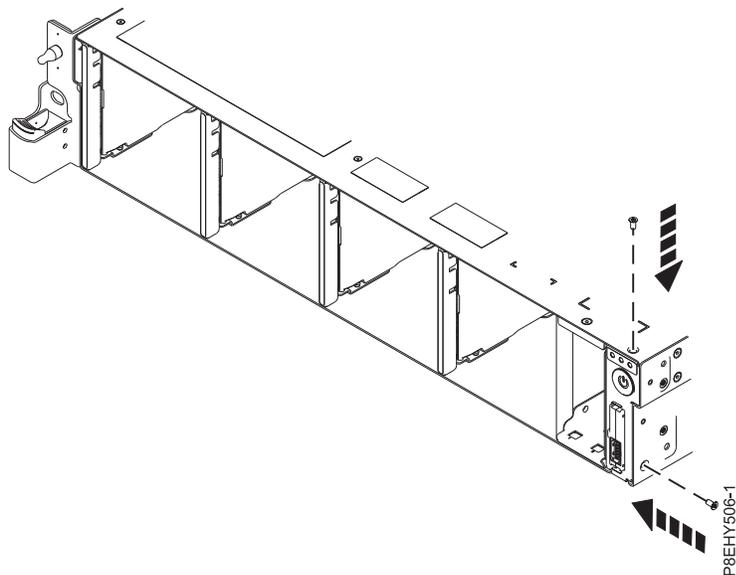

図 110. 上下のねじの再取り付け
5. 電源スイッチの上下のねじを再取り付けします (97 ページの図 110を参照)。